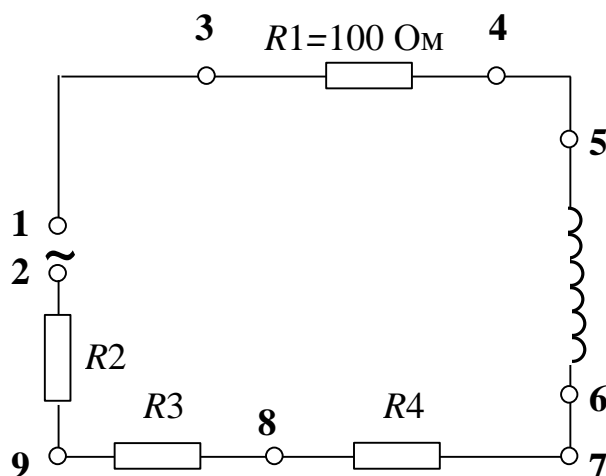

Рис. 1 Рабочая схема опыта
**Необходимые приборы:** лабораторный стенд, внутри которого смонтированы все элементы схемы; генератор периодических сигналов; цифровой вольтметр. Рабочая схема опыта показана на рис. 1 и на панели стенда.